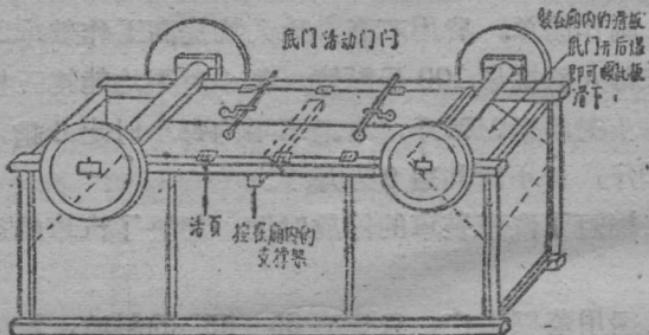
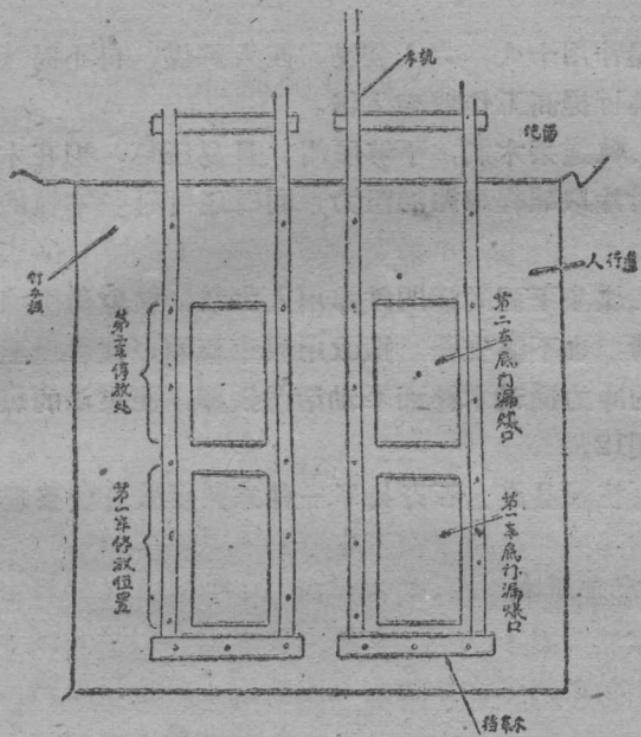
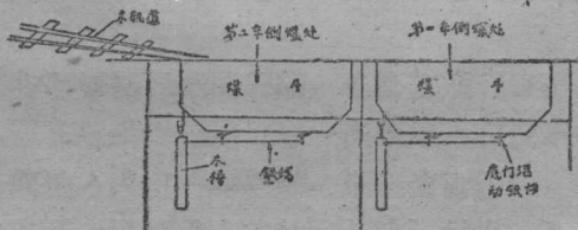

图 10 活底煤车
图 11 双車卸煤台
图 12 双煤斗自动装車装置
车厢底改用活门漏斗式，煤斗装設两个，如图10、图11、图12所示。
3. 煤斗下面的活門鐵棒用人工去敲，煤塵易傷害工作者的眼睛，也不够安全，拟改用汽車車廂，往后退至煤車下面时的冲力撞动木棒而牵动活門铁棒，使煤斗的煤自行漏下如图12。